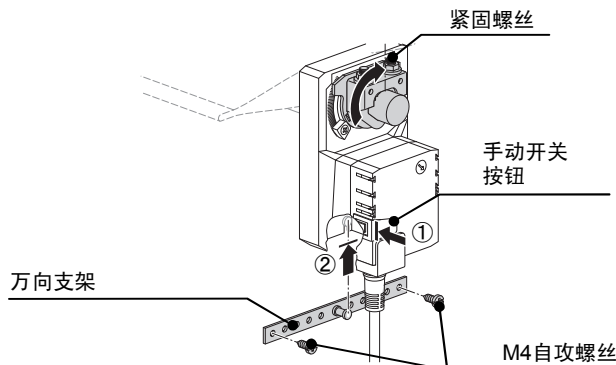

图6 万向支架
(3) 一边按动手动开关按钮，一边手动操作风阀执行器[在紧固螺丝到达垂直位置(参照图6)之前]。然后，将万向支架插入到风阀执行器内，用M4自攻螺丝将其固定在风阀上。